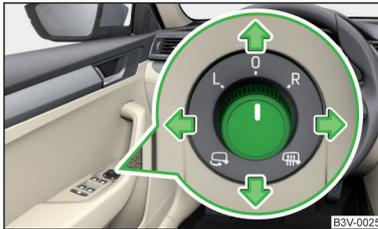

Abb. 79
- › Den Drehknopf in Richtung der Pfeile bewegen » Abb. 79.